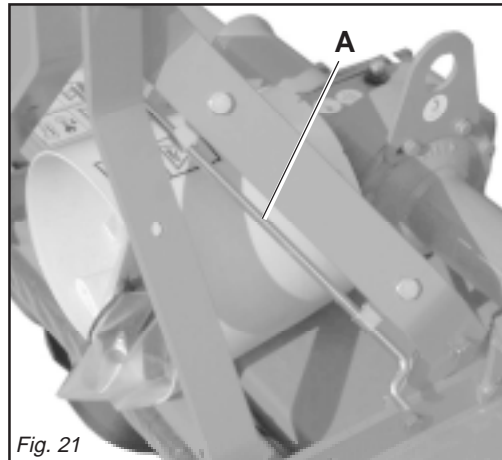

Fig. 21
- 2) Nel caso che la macchina sia dotata di catena, posizionare l'asta antiribaltamento «A» come in figura (1 Fig. 21).
- 2) If the machine has a chain, position safety rod «A» as shown in the figure (1 Fig. 21).
- 2) Falls die Maschine mit Kette ausgerüstet ist, muss die Kippschutzstange «A» wie in der Abbildung (1 Abb. 21) angeordnet werden.
- 2) Si la machine est dotée d'une chaîne, placer la tige anti-retournement «A» comme dans la figure (1 Fig. 21).
- 2) Si la máquina posee cadena, posicionar la barra antivuelco «A» como se ve en la figura (1 Fig. 21).